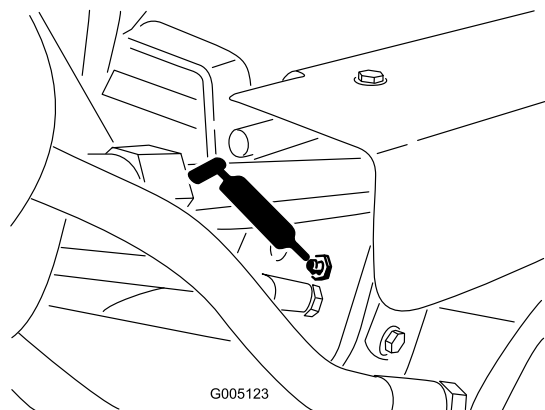

Figure 35
- Vérins de levage (3) (Figure 35)